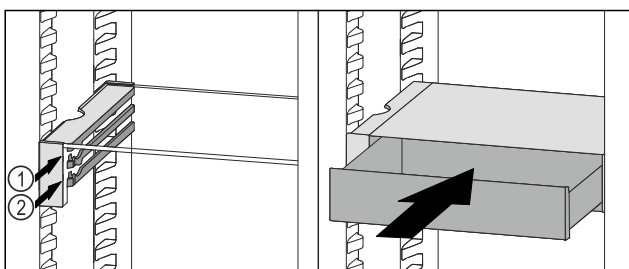

Fig. 87
- ▶ Placer le tiroir VarioSafe derrière les butées sur la nervure désirée Fig. 87 (1) ou Fig. 87 (2).